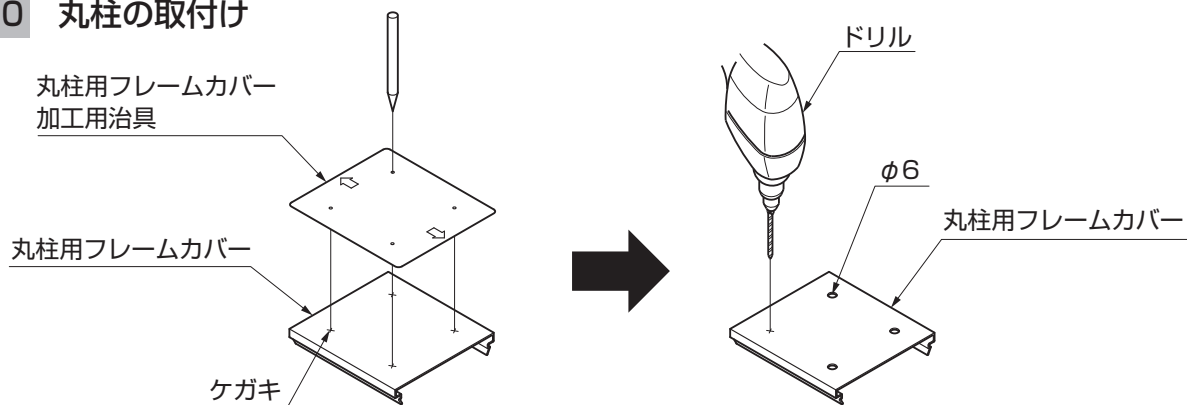

図5-23 丸柱用フレームカバーの加工
- ①丸柱フレームカバー加工治具で丸柱用フレームカバーにケガキ、φ6の穴加工を行ってください。(図5-23参照)